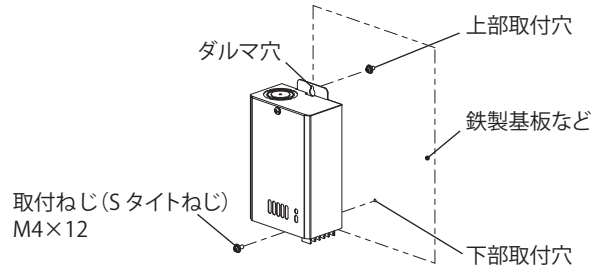

図4 取付
3. 本製品のダルマ穴を、2.で準備した取付ねじに引掛けた後、下部取付穴(M4またはφ3.8抜き穴)へ取付ねじ(Sタイツねじ)M4×12にて固定してください。(図4)